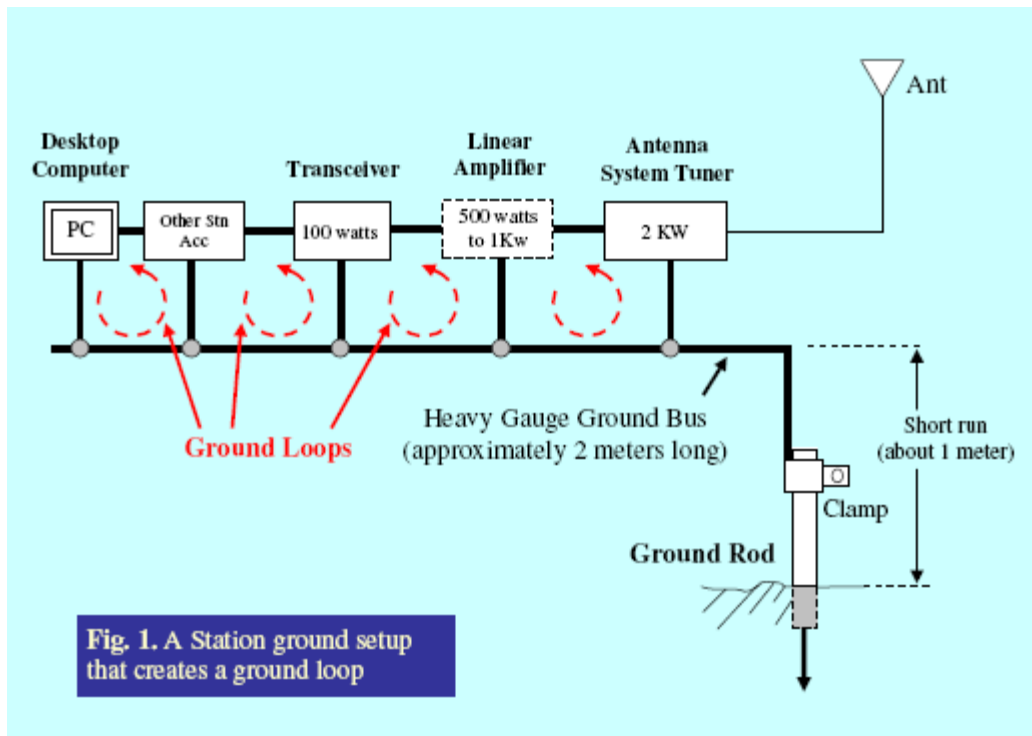

Figure 1.
1. Se conectan a la tierra principal(bus de tierra), en puntos diferentes dejando una distancia entre ellos (vea la Fig. 1)
2. Los equipos individualmente ya tienen una referencia a tierra pero cuando se interconectan, conectando cada equipo a una tierra general como en la Fig 1 crean ground loops, por donde circulan corrientes de tierra debido a las inductancias de los cables y donde los cables cierran el circuito.